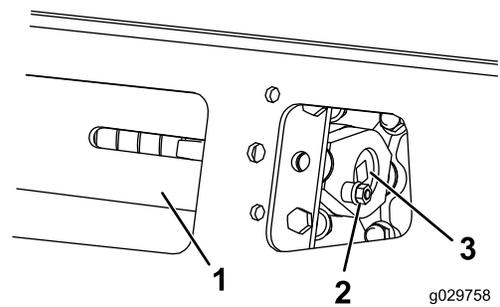
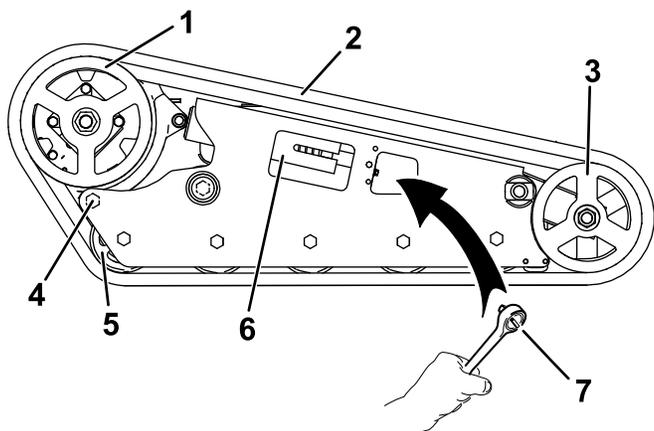

Bild 59
Bild 60
3. Entfernen Sie die Befestigungsschraube und Mutter (**Bild 59**).
5. Fluchten Sie die am nächsten liegende Kerbe in der Spannschraube mit dem Loch der Befestigungsschraube aus und befestigen Sie die Schraube mit der Befestigungsschraube und Mutter (**Bild 59**).
4. Entfernen Sie die Befestigungsschraube und Mutter (**Bild 59**).
5. Lösen Sie die Antriebsspannung mit einer Ratsche (1/2"), indem Sie die Spannschraube nach rechts drehen (**Bild 59** und **Bild 60**).
6. Lösen Sie die hintere Schraube in der Nähe des Antriebsrads (**Bild 60**).
8. Wenn Sie die Kette vom Vorderrad entfernt haben, entfernen Sie sie vom Antriebsrad und den Straßenträgern (**Bild 60**).
9. Legen Sie die neue Kette, beginnend beim Antriebsrad, um das Kettenrad und stellen Sie sicher, dass die Stollen an der Kette zwischen die Distanzstücke am Kettenrad passen (**Bild 60**).
10. Drücken Sie die Kette unter und zwischen die Straßenträger (**Bild 60**).
4. Entfernen Sie die Befestigungsschraube und Mutter (Bild 59).
5. Lösen Sie die Antriebsspannung mit einer Ratsche (1/2"), indem Sie die Spannschraube nach rechts drehen (Bild 59 und Bild 60).
6. Lösen Sie die hintere Schraube in der Nähe des Antriebsrads (Bild 60).